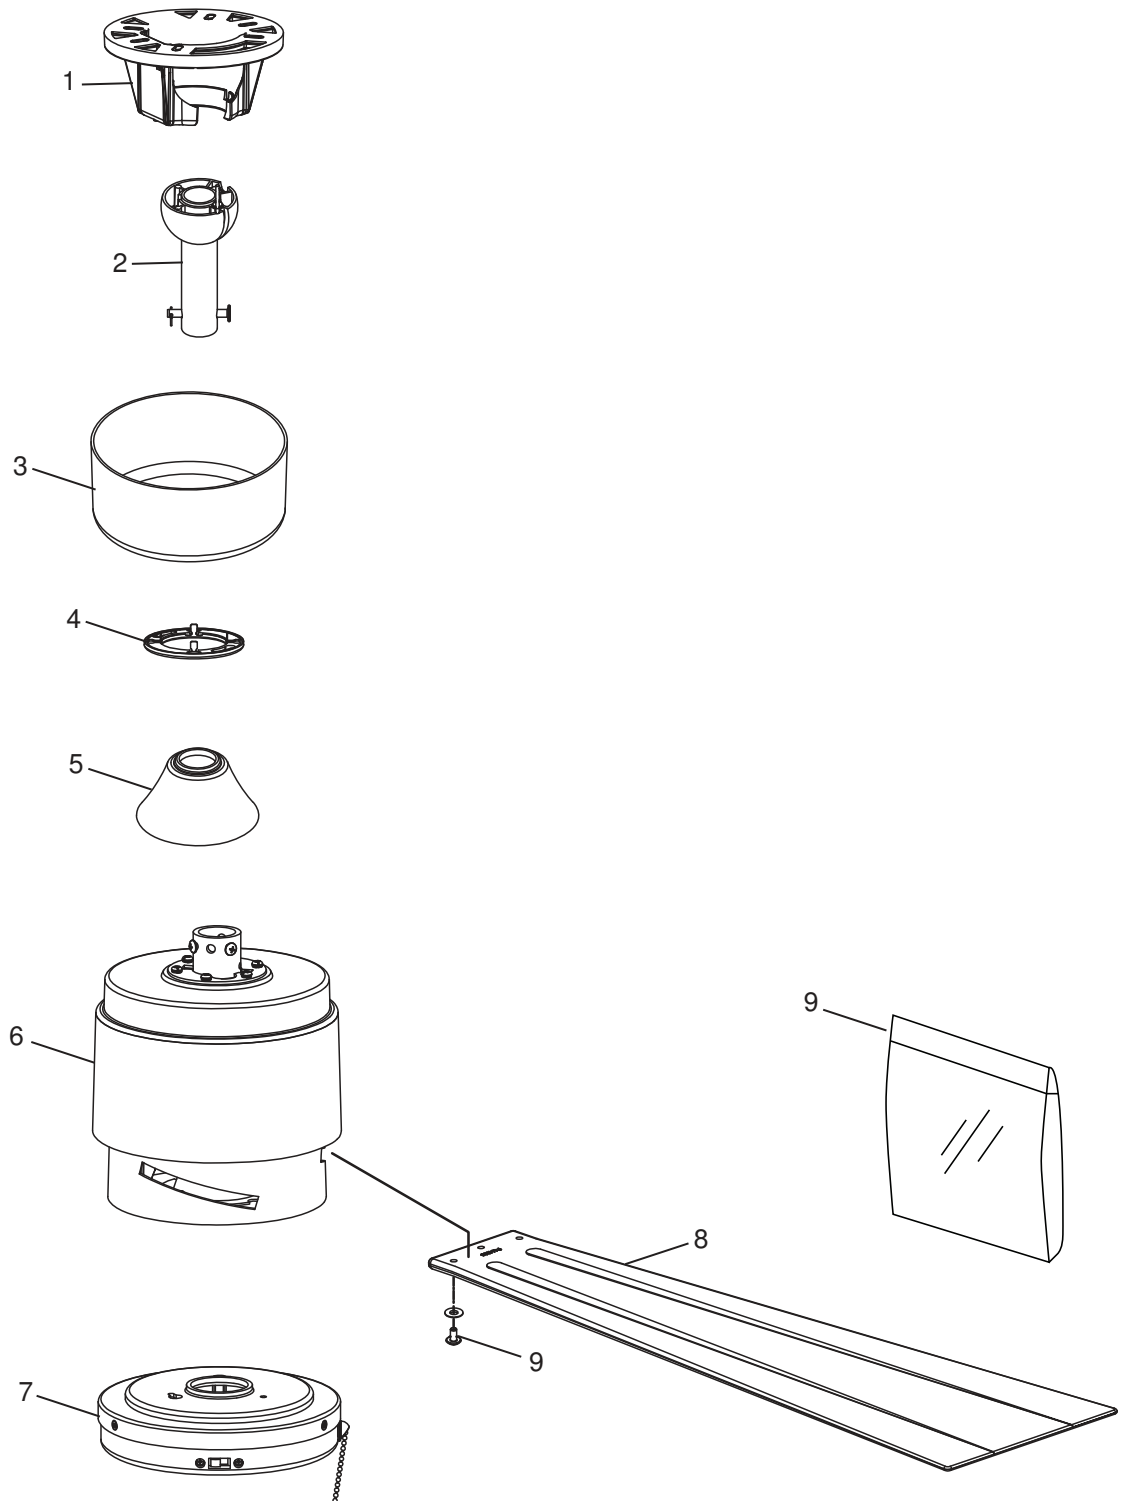

Figura 1
1. Afloje el tornillo de fijación de la semiesfera para lograr que ésta pueda desplazarse libremente por el barral. Retire el pasador del barral y luego extraiga la semiesfera. Conserve el pasador y la semiesfera para su reinstalación en el Paso 5 (Figura 1).